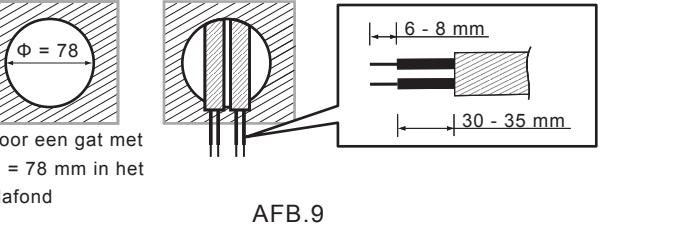

AFB.8
- 3.4.3.4 Raadpleeg de aansluitschema's voor de juiste aansluitverbinding (zie AFB.5). Er zit een vierkant gat in de bevestigingsplaat. Als u de bevestigingsplaat in de aansluitdoos plaatst, bevestigt dan de spanning in het uitsteeksel van de aansluitdoos (zie AFB.8) en bevestig vervolgens de detectorkop op de voedingsdoos conform AFB.13. Monteer deze met de meegeleverde 4 niet-verzonken schroeven.